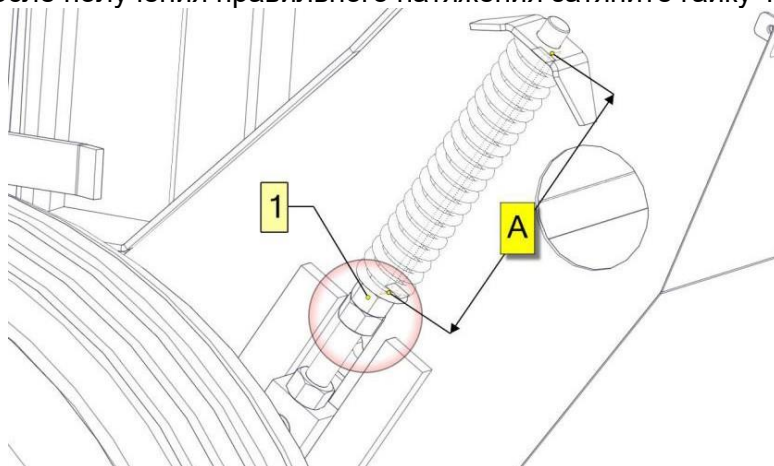

Рисунок 44 Регулировка натяжения цепного пруткового транспортера пресс-подборщика Z587
- Используя гайку 1, отрегулируйте натяжение цепи. Расстояние «А» (между нижней шайбой и кронштейном) должно составлять 225 мм (Рисунок. 44);